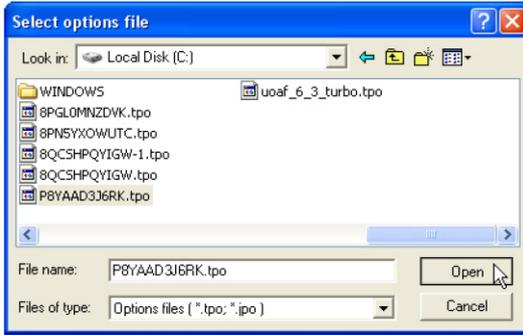

Figura 5-16. Caricamento del file OAF
- Sfogliare fino al punto in cui si trova il nuovo Option Authorization File. I file OAF hanno le estensioni .jpo o .tpo e sono unici per ciascun ricevitore (Figura 5-16).
- Selezionare il file giusto e fare clic su **Open** (Figura 5-16). La nuova opzione verrà caricata nel ricevitore e la tabella Option Manager verrà aggiornata.